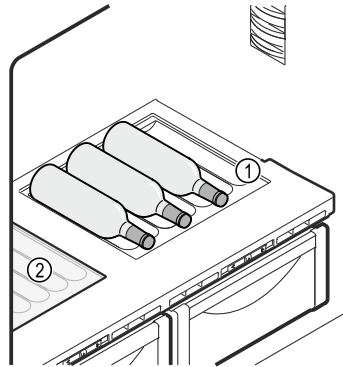

Fig. 162 Immagine a titolo di esempio
- ▶ Inserire il ripiano di vetro Fig. 162 (2) sotto il vano bottiglie variabile.